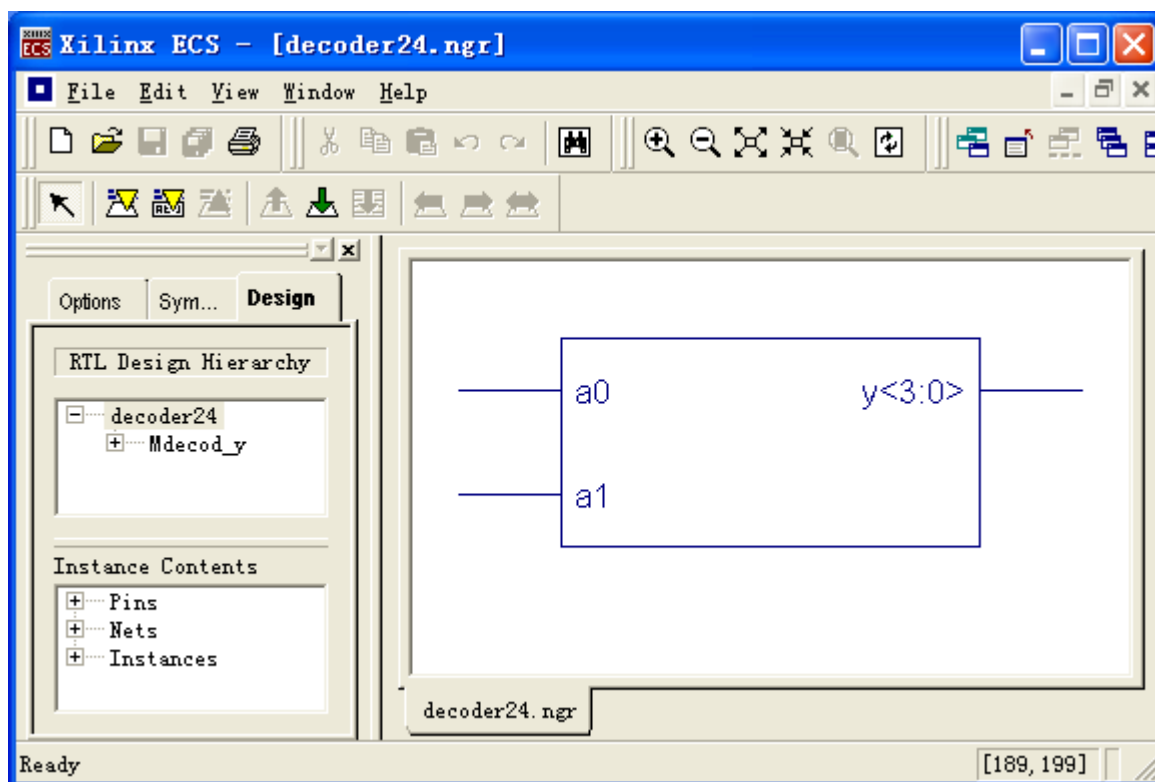
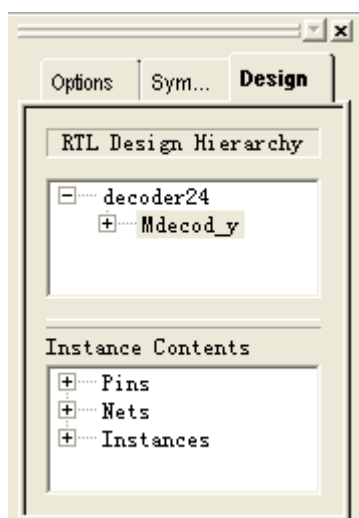

图 10-1-7 Xilinx ECS 窗口
图 10-1-8 RTL 设计层次窗口
- 5、 这里为了后面的理解，我们先看看综合工具综合出的 RTL 视图是什么样的，我们双击 View RTL Schematic，这是会出现一个如图 10-1-7 所示的窗口，我们在如图 10-1-8 所示的 RTL Design Hierarchy 窗口中选中 Mdecod\_y，然后点击图标 ，这时我们可以在右下部分的界面中看到如图